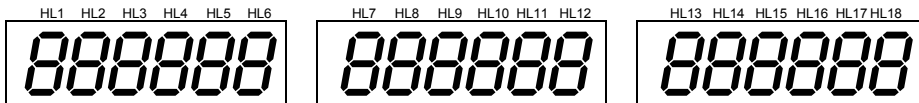

Рис. 3. Блок индикации весов «Меркурий 314».
2.3.3. Расположение индикаторов приведено на рис. 3...5, а их назначение приведено в табл. 2.